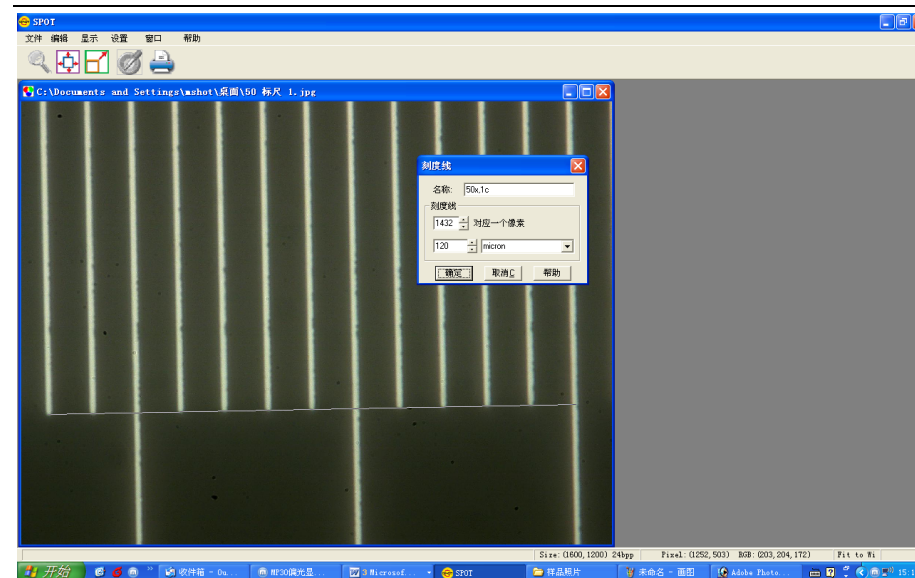

图 4
5. 在对话框“名称”中录入对应物镜的名称及接口型号, 如 50X 物镜, 1 倍 C 型接口拍摄的刻度尺图像, 录入“50X, 1C”; 同时在图像上标记尽量长的两条刻度线间的距离, 点击确定后, 计算长度填入对话框, 每一小格是 10 微米, 如图 4 , 标记了 12 格, 填入 120 微米; 完成后点 OK, 开始标记下一个物镜; (图 4)